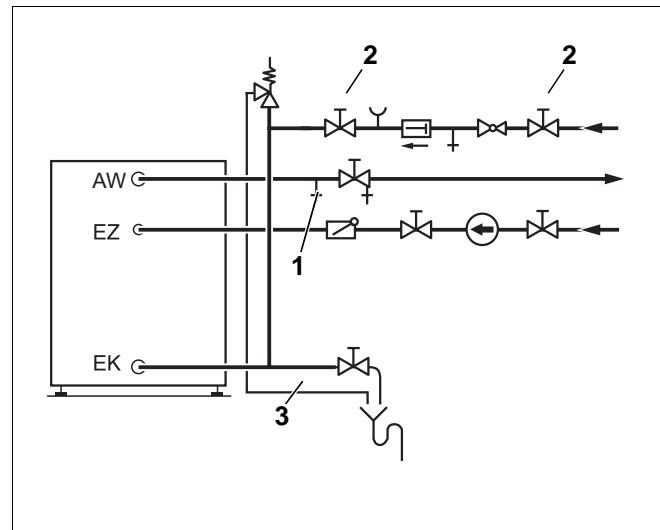

Fig. 9 Installazione secondo la norma DIN 1988
- Aprire la valvola d'aerazione e disaerazione (fig. 9, pos. 1) oppure il rubinetto di erogazione posto nel punto più alto, per sfiatare l'accumulatore di acqua calda.
- Aprire la valvola d'intercettazione all'ingresso dell'acqua fredda EK (fig. 9, pos. 2) per caricare l'accumulatore di acqua calda.
- Prima dell'accensione verificare che la caldaia, l'accumulatore di acqua calda e la rete di tubazioni siano stati caricati (riempire con acqua). A tale scopo aprire la valvola d'aerazione e disaerazione (fig. 9, pos. 1).
- Lasciare la tubazione di sfogo della valvola di sicurezza (fig. 9, pag. 14) sempre aperta.
- la tubazione di sfogo della valvola di sicurezza (fig. 9, pag. 14) deve rimanere sempre aperta.